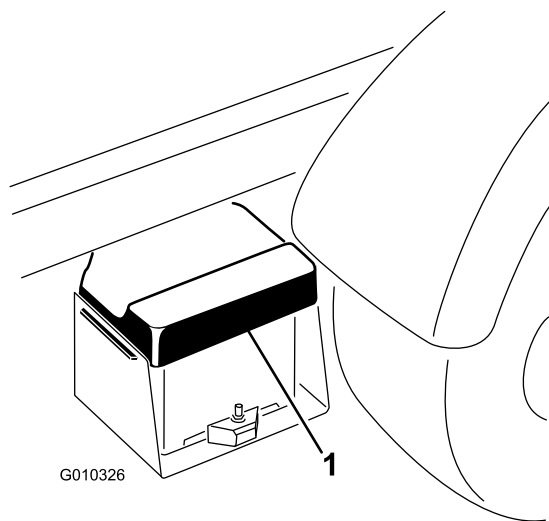

Figure 53
1. Appuyez sur le couvercle de la batterie pour dégager les languettes de la base de la batterie. Enlevez le couvercle de la base de la batterie (Figure 53).